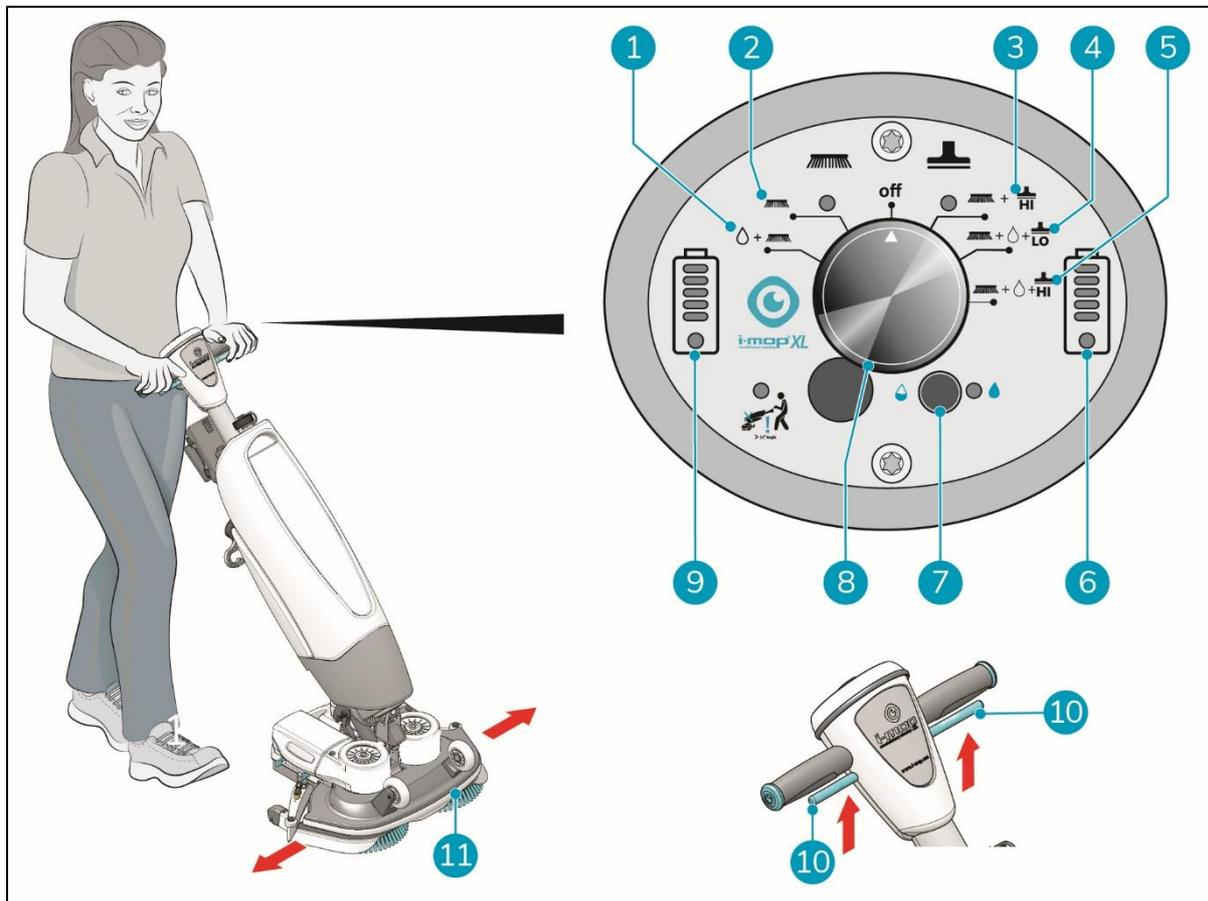

Figure 22
4. Placez-vous derrière l'i-mop[®] XL Pro. Choisissez votre mode de nettoyage à l'aide de l'interrupteur principal (Figure 22, pos. 7). L'i-mop XL Pro se met également en marche. Vous pouvez sélectionner les options indépendamment les unes des autres ou en les combinant.
- MODE 1 : Brosse + eau/solution nettoyante (Figure 22, pos. 1).
- MODE 2 : Brosse uniquement (Figure 22, pos. 2).
- MODE 3 : Brosse + aspirateur (Figure 22, pos. 3).
- MODE 4 : Brosse + eau/solution nettoyante + aspirateur Lo (Figure 22, pos. 4).
- MODE 4 : Brosse + eau/solution de nettoyage + Hi vacuum (Figure 22, pos. 5).
6. Appuyez sur la gâchette de la poignée (Figure 22, pos. 10). L'i-mop[®] XL démarre également.
9. Dirigez en tournant doucement la poignée vers la gauche ou la droite pour déplacer le plateau de lavage (Figure 22, pos. 11).
10. Relâcher la gâchette (Figure 22, pos. 10) arrêtera immédiatement l'i-mop XL Pro. Le moteur d'aspiration s'arrête après 3 secondes.